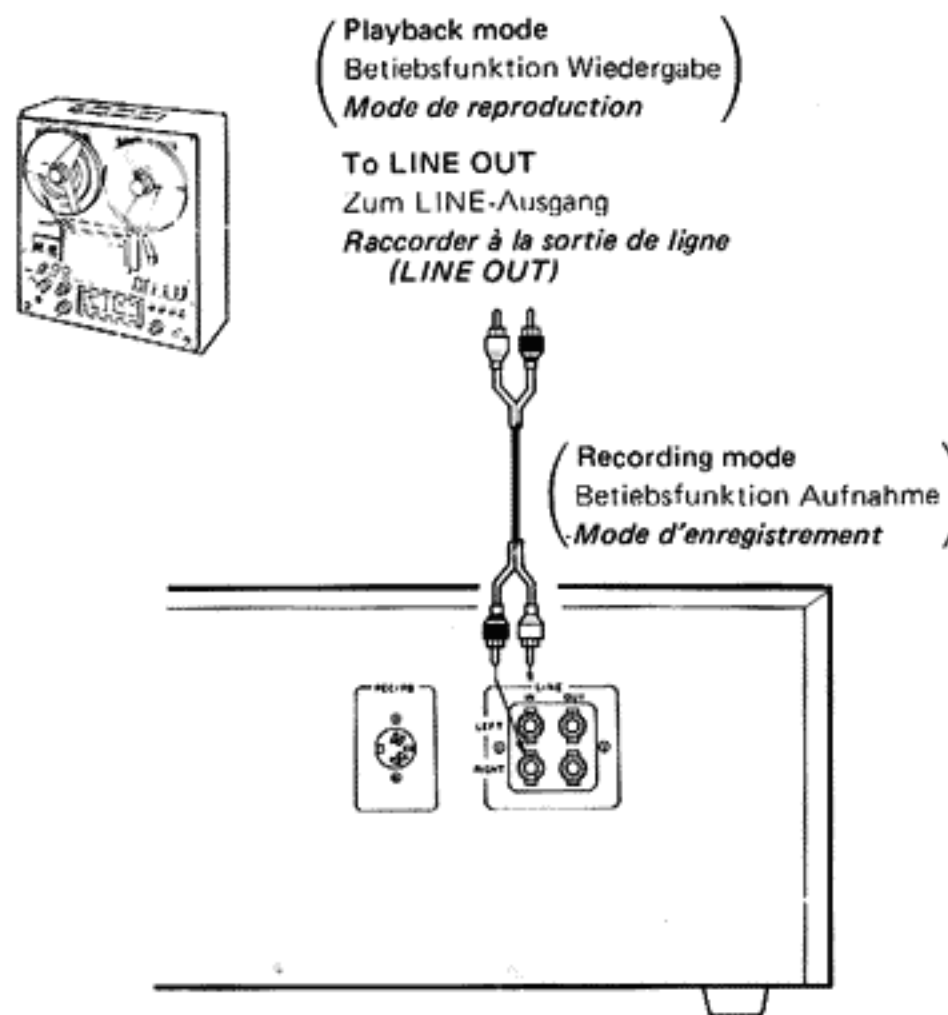

Fig. 8
1) Tape-dubbing (Fig. 8)
1) Tonkopien (Fig. 8)
1) Doublage de bande (Fig. 8)